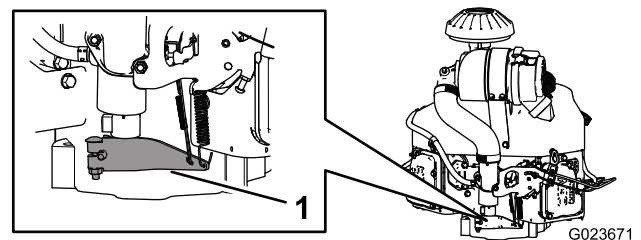

Figura 67
3. Empurre a extremidade da mola do braço do governador para baixo (Figura 67).